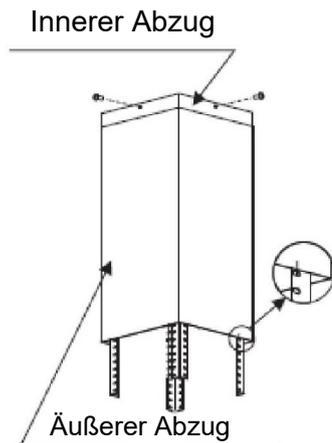
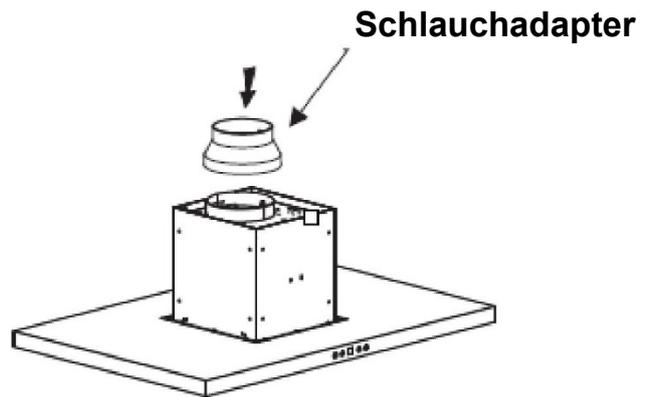

Abb. 4
Abb. 5
5. 4 Stück ST4*8 mm große flache Schrauben werden verwendet, um den inneren Abzug mit dem Aufhängeblech zu verbinden, dann wird der äußere Abzug aufgesetzt und an einer Aufhängung befestigt, sodass Platz für die weitere Montage ist, siehe Bild 4. Montieren Sie dann den Schlauchadapter am Auslass. Siehe Abb. 5